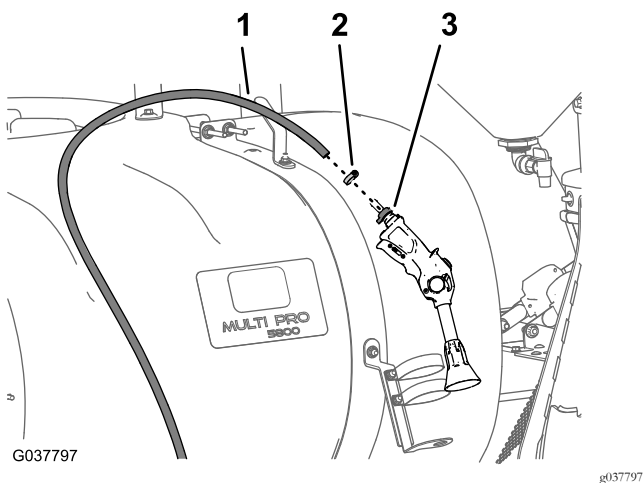

图39
1. 取下将供水软管固定至喷枪软管倒钩的软管夹 图39。
2. 从软管倒钩上取下软管 图39。